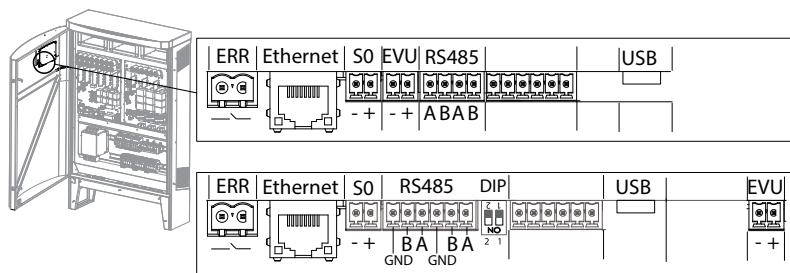

Figura 12: Área das ligações: ligação das interfaces. Em cima: Variante 1. Em baixo: Variante 2
3. Ligue o cabo aos terminais de ligação previstos (ver Figura 12 na página 24).